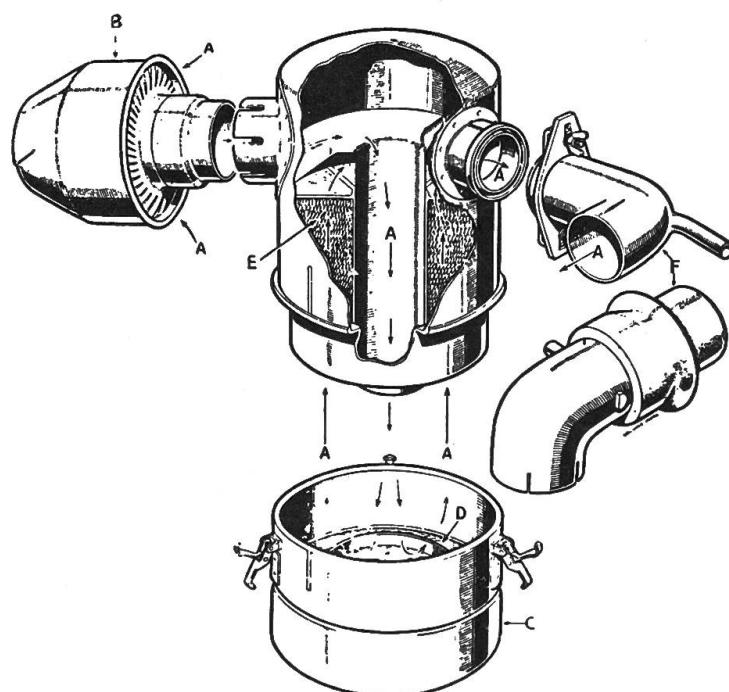

Fig. 1:
Filtre à air à bain d'huile: Vérifier le niveau de l'huile. S'il est trop haut (voir le repère), vider la cuve à huile (fig. 1 C). La nettoyer à l'essence, puis la laisser sécher et la remplir d'huile pour moteurs jusqu'au repère (s'il y a deux repères, seulement jusqu'au repère inférieur!).
3. Démonter la partie supérieure du filtre à air à bain d'huile (fig. 1, lettre E), c.-à-d. l'élément filtrant fin; le nettoyer dans l'essence, le laisser sécher et l'huiler légèrement.